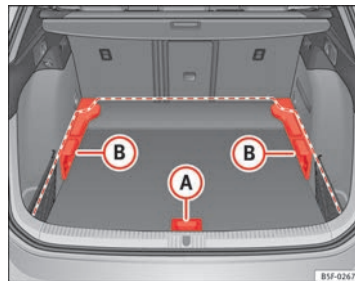
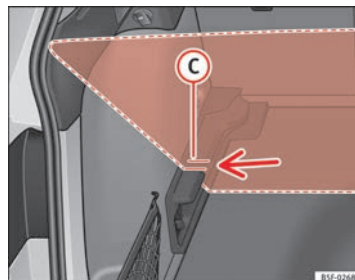

Fig. 110 Piso variável do porta-bagagens: posições
Fig. 111 Piso variável do porta-bagagens: ranhuras inclinadas.
- Levante o piso pela peça ⇒ Fig. 110 (A), puxe-o para trás até que a parte dianteira do piso baixe totalmente os suportes (B).
- Desloque o piso sobre estes para a frente até que chegue ao limite no encosto dos bancos posteriores e, de seguida, baixe o piso com a peça (A).
- Levantar o piso pela peça ⇒ Fig. 110 (A), puxe-o para trás até que a parte dianteira do piso baixe totalmente os suportes (B).
- Aí, faça coincidir essa parte dianteira com as ranhuras inferiores dos suportes, e deslize o piso para a frente até que atinja o limite no encosto dos bancos posteriores, baixando ao mesmo tempo o piso com a peça (A).
- Levante o piso variável pela peça ⇒ Fig. 110 (A), puxe-o para trás até que a parte dianteira do piso baixe as ranhuras inclinadas ⇒ Fig. 111 (C).
- Faça passar o piso pelas ranhuras com a ajuda da peça (A) até que atinja o limite no encosto dos bancos posteriores e se apoie o piso nas ranhuras.